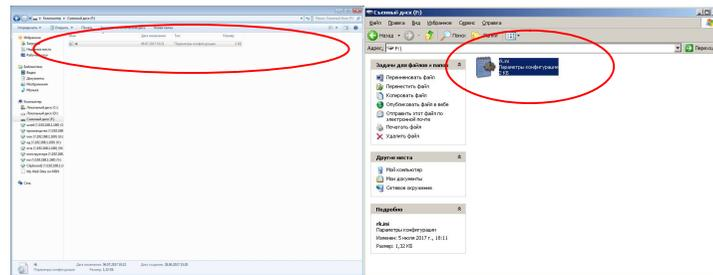

Рисунок 18
- Подключить карту памяти формата SD/SDHC, из комплекта поставки регистратора через карт-ридер к ПК, выбрать соответствующий диск, назначенный средствами ОС ПК. Убедиться, что на нём имеется файл rk.ini (в зависимости от операционной системы на вашем ПК, может отображаться как rk, рисунок 18)